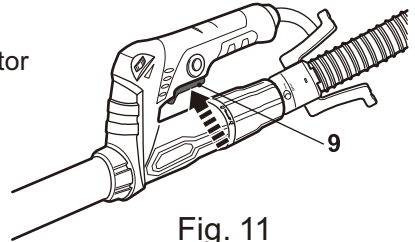

Fig. 11
- > Encienda el producto presionando el interruptor de Encendido/Apagado (9) (Fig. 11).
- > Apague el producto soltando el interruptor de Encendido/Apagado (9) (Fig. 11).